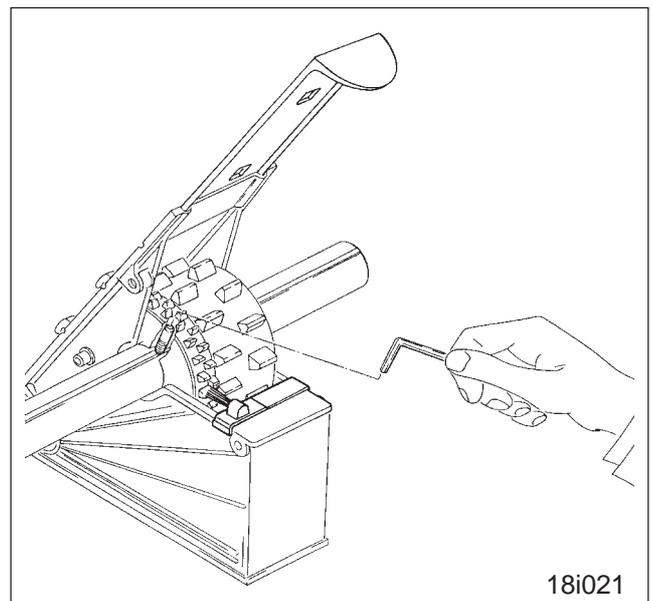

Fig. 18.26
- Die von der Säwelle angetriebenen Säräder (Fig. 18.26) sind mit Gewindestiften, die in den Feinsärädern stecken, auf der Säwelle befestigt. Gewindestifte der neuen Fahrgassensäräder soweit lösen (siehe Fig. 18.26), bis sich die neuen Fahrgassensäräder frei auf der Säwelle drehen lassen.